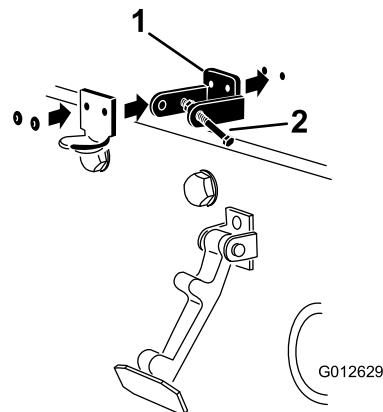

Figure 4
Remarque: Le support de loquet doit être appuyé contre le capot (Figure 4). Ne retirez pas le boulon et l'écrou du bras du support de loquet.
- Rivez les supports et les rondelles sur le capot (Figure 4).